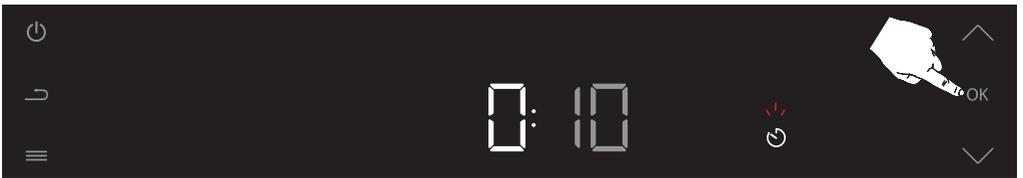

Abbildung 72
Drücken Sie einmal die Bestätigungstaste (OK), um die eingestellte Minutendauer zu bestätigen. (siehe Abbildung 72)